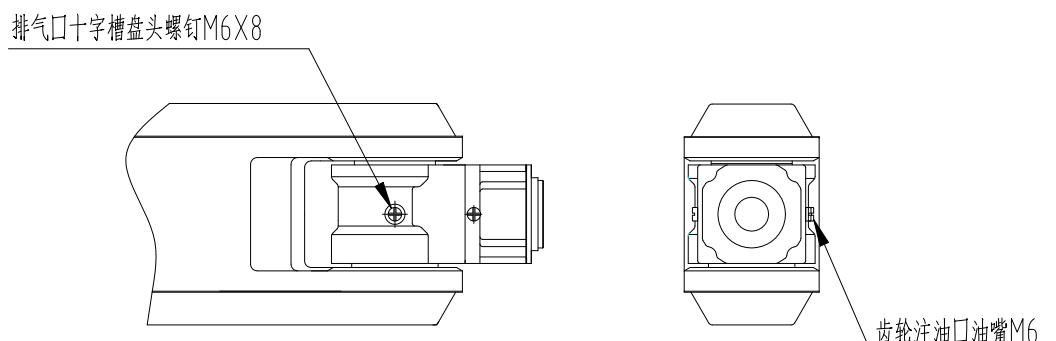

图 18 J6 轴齿轮箱体局部结构
- (1) 取下排气口的螺丝堵；
- (2) 用油枪从齿轮箱的注油口注油（参考图 18 J6 轴齿轮箱体局部结构）；